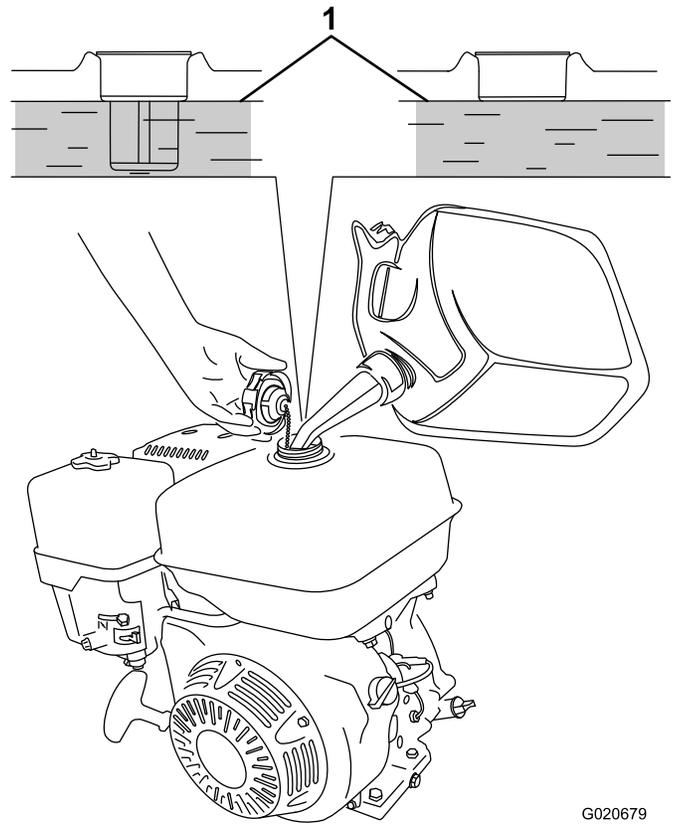

Figura 31
3. Añada gasolina sin plomo al depósito de combustible hasta que el nivel llegue al borde inferior del nivel máximo de combustible, según se muestra en Figura 31.